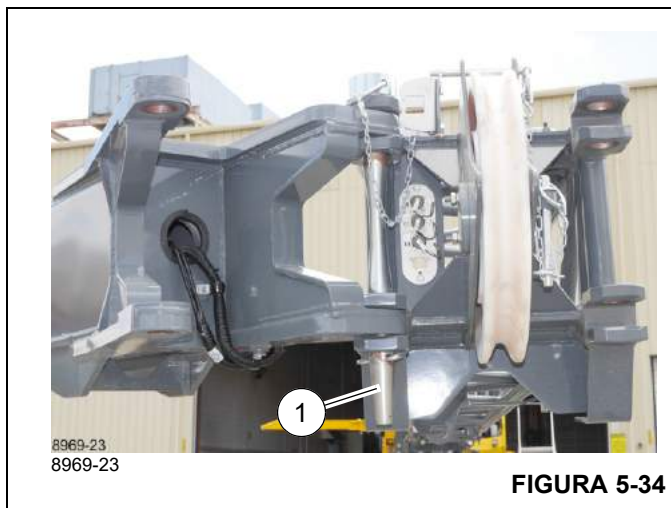

FIGURA 5-34
6. Certifique-se de que o pino de fixação (1, Figura 5-34) e o grampo de retenção estejam no lugar que conecta as extremidades da seção volante e a seção da base da extensão da lança.